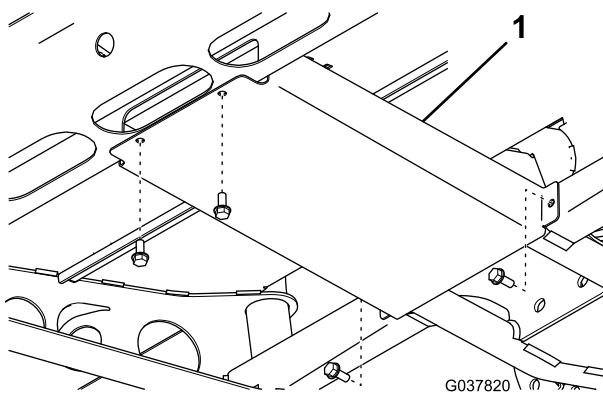

Figura 1
2. Retire la placa de protección delantera del vehículo (Figura 1).